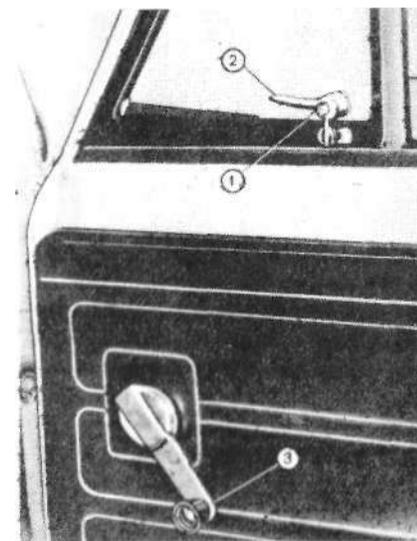

Рис. 9. Поворотное и опускающее стоило передней двери
- при открытых поворотных стеклах, для чего нажмите на кнопку 1 (рис. 9) и одновременно поверните ручку 3 стекол дверей;